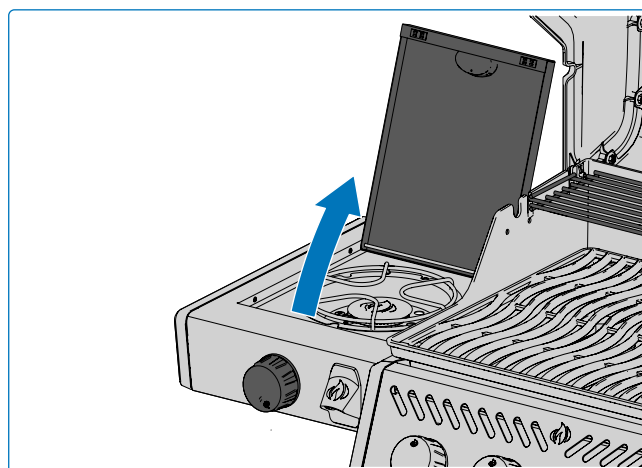

Abb. 9
1. Brennerabdeckung öffnen (**Abb. 9**).